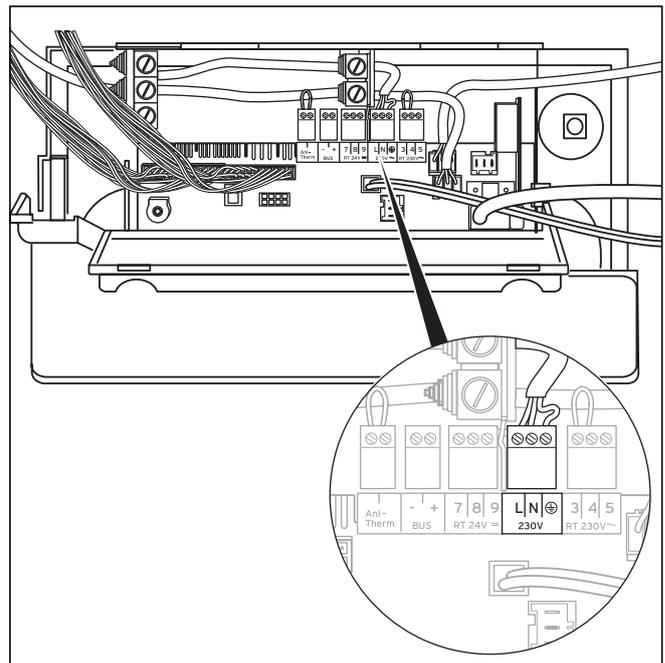

Abb. 5.13 Beispiel für Kabelführung
- Nehmen Sie die Frontverkleidung des Gerätes ab (siehe Kap. 4.8) und klappen Sie die Elektronikbox (3) nach vorn.
- Clipsen Sie den hinteren Deckel (2) der Elektronikbox an den Stellen (1) aus und klappen Sie den Deckel hoch.
- Führen Sie das Netzanschlusskabel durch die freigeordnete Kabeldurchführung (4). Verwenden Sie die beiliegende Tülle (im Beipack) zur Abdichtung der Öffnung.
- Schließen Sie die Adern an die Steckplätze der Elektronik an (L, N und Erde), siehe Abb. 5.13. Verwenden Sie den ProE-Stecker des entfernten Netzanschlusskabels.
- Schließen Sie die Adern entsprechend Abb. 5.13 an die entsprechenden ProE-Stecker bzw. Steckplätze der Elektronik an.